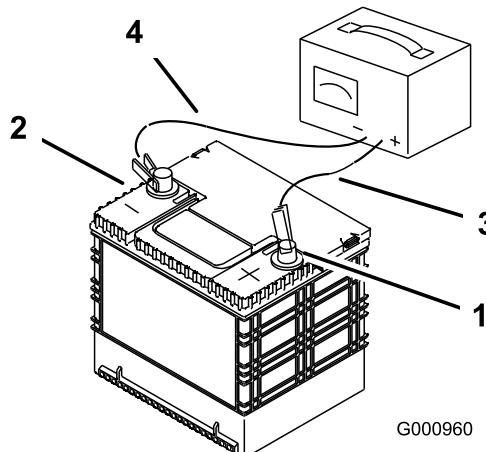

Figura 59
- Quando la batteria è completamente carica, staccate il caricabatterie dalla presa elettrica e scollegate i cavi di ricarica dai poli della batteria (Figura 59).